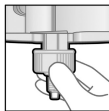

Fig. 4.1
5. Når blandespidsen er i den rigtige stilling (fig. 3), skubbes Dynamix-fikseringsringen over blandespidsen, indtil den stopper. Drej den med uret (1/4 omgang), indtil den er låst sikkert fast. (fig. 4.1, 4.2, 5)